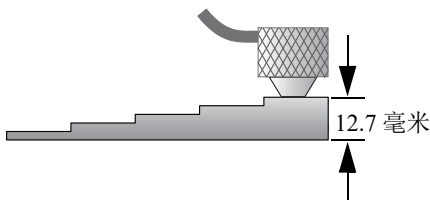

图 5-4 在 5 阶试块上进行声速校准 — 厚阶梯
- b) 使用中度到较强的压力将探头耦合到试块的厚阶梯上（参见第 63 页的图 5-4）。